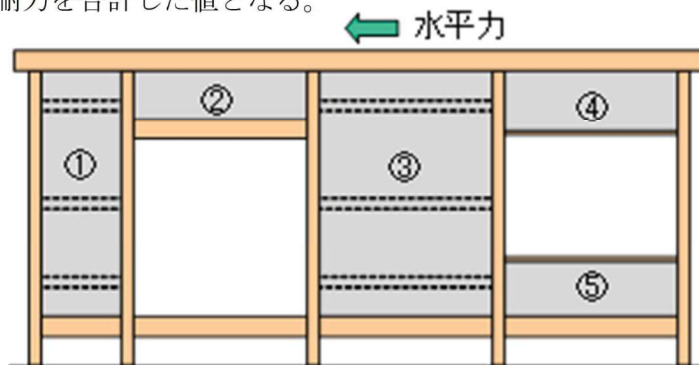
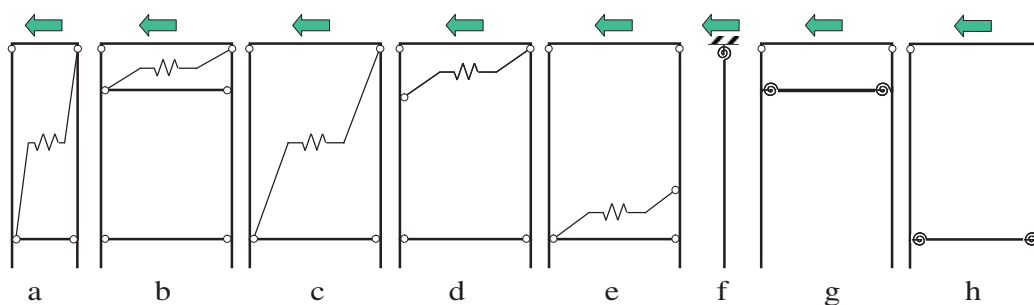

図 4.16 建築物内の構面における加算例
図 4.17 軸組架構の構造モデル
例えば図 4.16 の例の場合、以下の耐力要素のせん断耐力を加算することになる。
- 1) 1P 土壁 (図 4.16 の①、図 4.17 a) : 1 箇所
- 2) 2P 垂れ壁を含む軸組架構 (両柱間開き止め効果あり、図 4.16 の②、図 4.17 b) : 1 箇所
- 3) 2P 土壁 (図 4.16 の③、図 4.17 c) : 1 箇所
- 4) 2P 垂れ壁を含む軸組架構 (両柱間開き止め効果なし、図 4.16 の④、図 4.17 d) : 1 箇所
- 5) 2P 腰壁を含む軸組架構 (両柱間開き止め効果なし、図 4.16 の⑤、図 4.17 e) : 1 箇所
- 6) 長ぼぞ仕口 (図 4.17 f) : 5 箇所
- 7) 差鴨居を含む軸組架構 (図 4.17 g) : 1 箇所
- 8) 足固めを含む軸組架構 (図 4.17 h) : 4 箇所
集計方法は図 4.16, 4.17 にて説明しています。その集計作業終了後に、まず第一段階の耐力低減や形状による追加検討を行います。